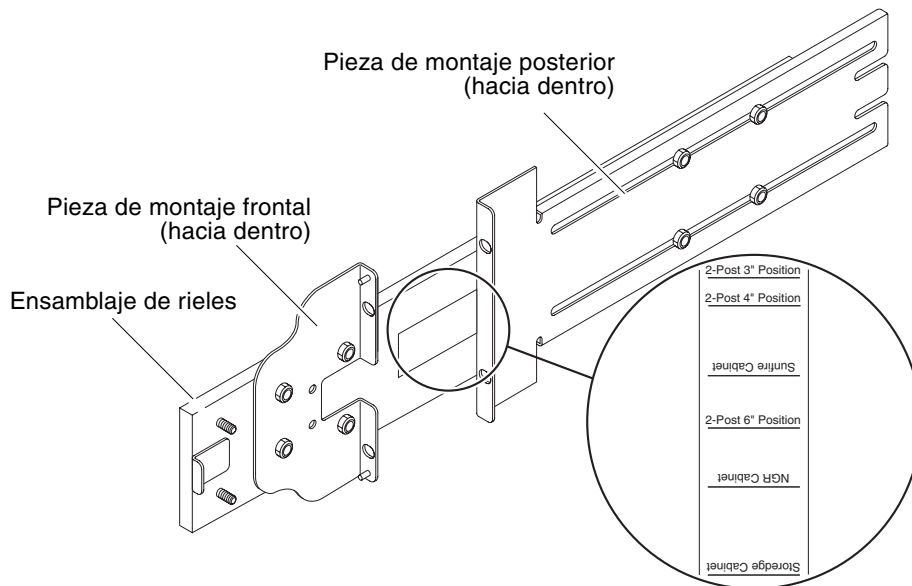

FIGURA 1-3 Ensamblaje de rieles (modificado para instalaciones de dos soportes)
Para instalaciones de dos soportes, puede desmontar y volver a montar los ensamblajes de rieles (FIGURA 1-3). Los ensamblajes de rieles pueden regularse para adaptarlos a un bastidor de dos soportes y 19 pulgadas que tenga una profundidad de 75 a 150 mm.
3. Gire la pieza de montaje frontal 180 grados y fíjela en dirección hacia el interior (FIGURA 1-3).
5. Gire la pieza de montaje posterior 180 grados para que quede hacia dentro (FIGURA 1-3).